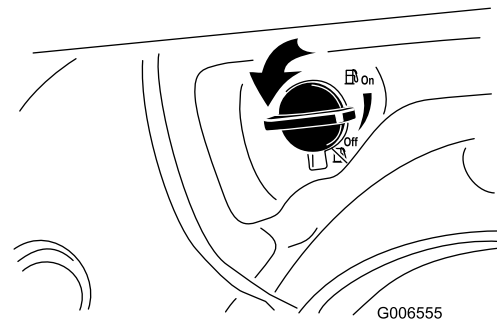

Bild 27
2. Drehen Sie den Kraftstoffhahn eine Viertelumdrehung nach links, um ihn zu öffnen (Bild 27).